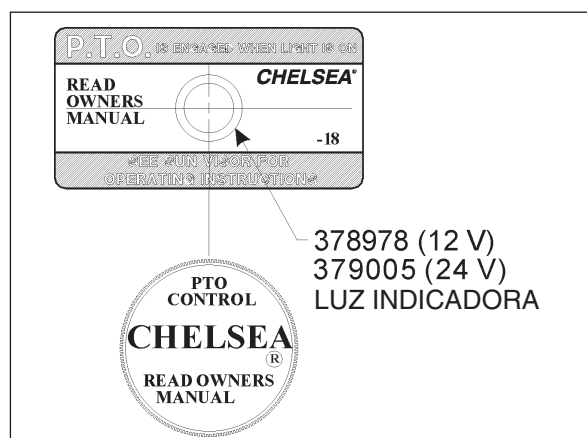

Fig. 25
5. Instale a vareta da placa de controle (68-P-18) no adesivo e a luz indicadora no painel usando a ferragem fornecida no kit de instalação 328751-1X (Fig. 25).